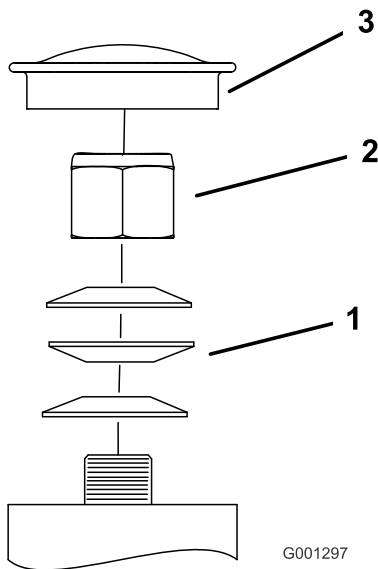

Figure 59
3. Retirez le capuchon protecteur de la roue pivotante et serrez le contre-écrou (Figure 59).
4. Continuez de serrer le contre-écrou jusqu'à ce que les rondelles élastiques soient aplaties, puis desserrez-le d'un quart de tour pour obtenir la précharge correcte des roulements (Figure 59).
Important: Veillez à placer les rondelles élastiques comme montré à la Figure 59.
5. Remettez le capuchon protecteur en place (Figure 59).